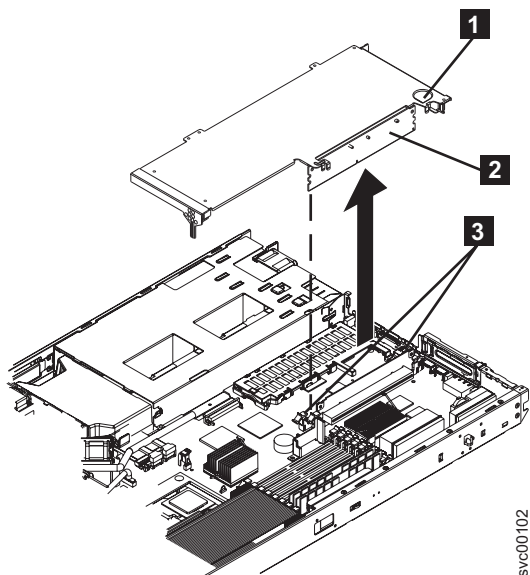

図 180. SAN ボリューム・コントローラー 2145-8F2 または SAN ボリューム・コントローラー 2145-8F4のスロット 2 アダプター
- a. スロット 2 のライザー・カード (211 ページの図 180 の **2**) の両側面にある固定クリップを、ライザー・カードからの接続がなくなるまで下方に押しながら開きます。